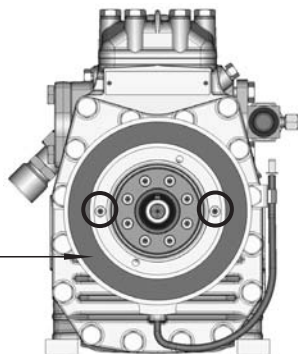

Рис. 12
- Чтобы осуществить сборку, сместите магнитное поле на калибровую посадку и закрепите двумя винтами с цилиндрической головкой М6 x 16 (см. рис. 12). Момент затяжки винтов = 15 Нм.